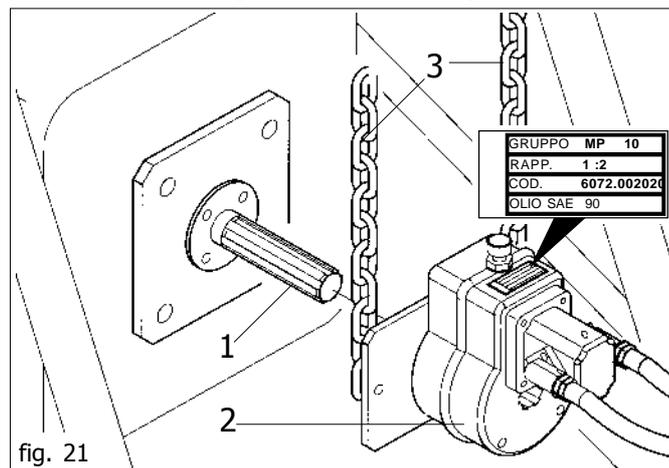

fig. 21
Bei abgeschaltetem Motor und stabil gebremstem Schlepper alle Schnellkupplungen einstecken. Die Zapfwelle des Schleppers (1, Abb. 21) säubern und mit Fett schmieren. Das Getriebe (2) wie in Abb. 21 gezeigt auf die Zapfwelle des Anbaugeräts aufstecken. Den festen Sitz des Getriebes überprüfen, dann ein Mitdrehen des Getriebes durch Anhaken der beiliegenden Haltekette (3) verhindern. **Den Ölstand des Getriebes kontrollieren, bei Bedarf Getriebeöl (ESSO SAE W80-90) nachfüllen.**